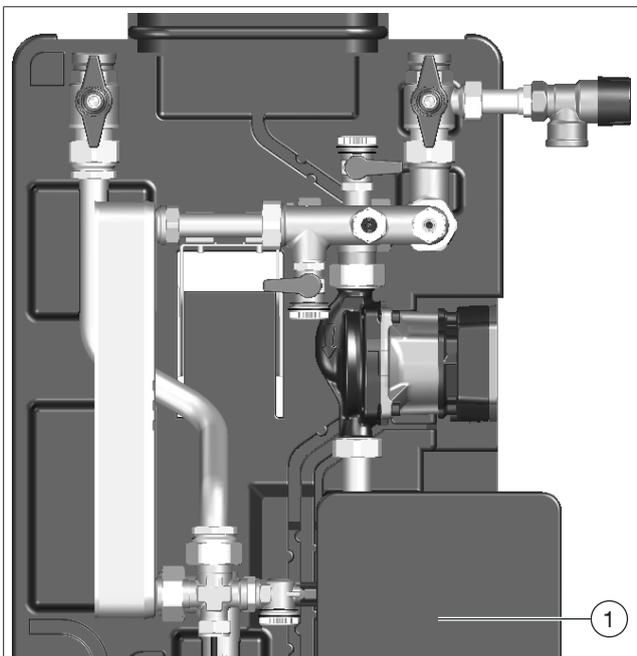

Fig. 6: Ouverture du régulateur
3. Desserrer la vis-étoiles (voir position (2) sur la Fig. 6) et la mettre de côté.
4. Glisser le capot du panneau de raccordement (voir position (1) sur la Fig. 6) vers le haut jusqu'à entendre un clic.
5. Rabattre le capot des câbles d'alimentation (voir position (3) sur la Fig. 6) et le mettre de côté.